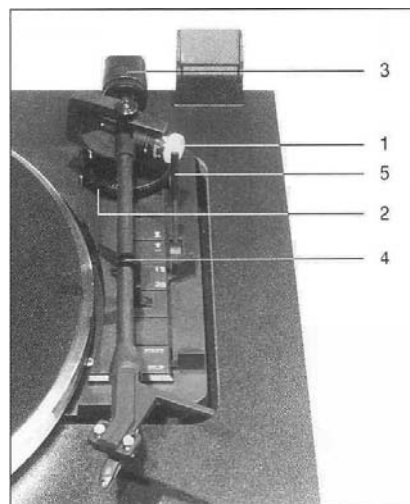

Рис. 6
Осторожно снимите защитную крышку иглы. Поверните рукоятку регулировки противоскатывающей силы (2) против часовой стрелки до упора (Рис. 6).
Снимите тонарм (4) с подставки и переместите его на небольшое расстояние в направлении центра опорного диска. Установите рычаг подъема (5) в положение ▼, при этом удерживая тонарм (Рис. 6).